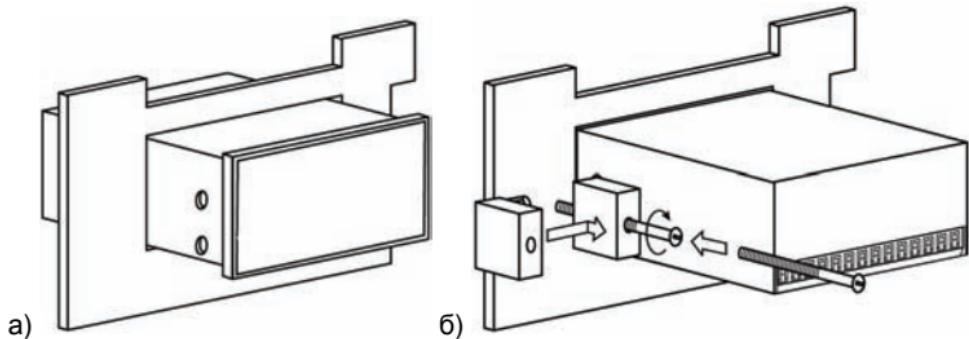

Рисунок 10 – Монтаж прибора щитового исполнения
- 3) Вставить прибор в специально подготовленное отверстие на лицевой панели щита (см. Приложение А и рисунок 10, а).
- 4) Вставить фиксаторы из комплекта поставки в отверстия на боковых стенках прибора (рисунок 10, б).